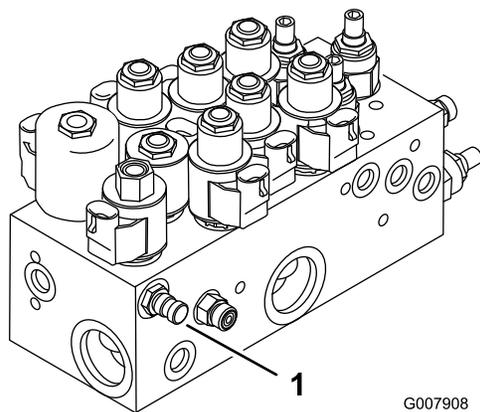
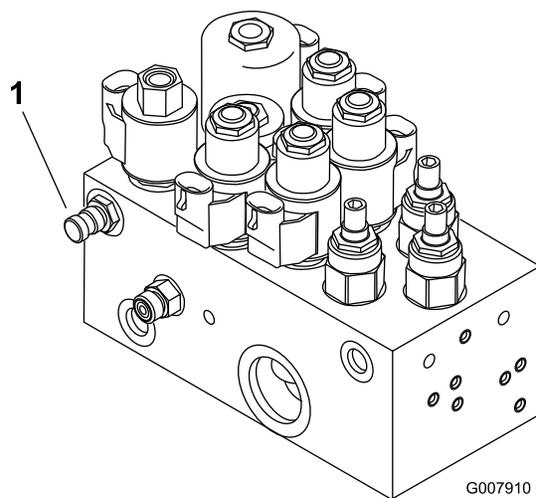

図 76
図 77
1. テストポートA (図 76 と 図 77) は、昇降シリンダの故障探究用です。